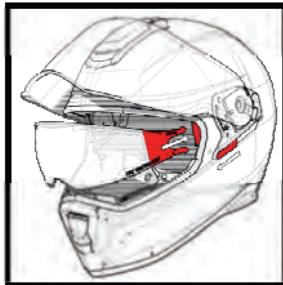

Bild 6
- 5.2 Fügen Sie die Sonnenblende mit leichten Druck auf beiden Längsseiten ein und Haken Sie diese fest. (Bild 6)